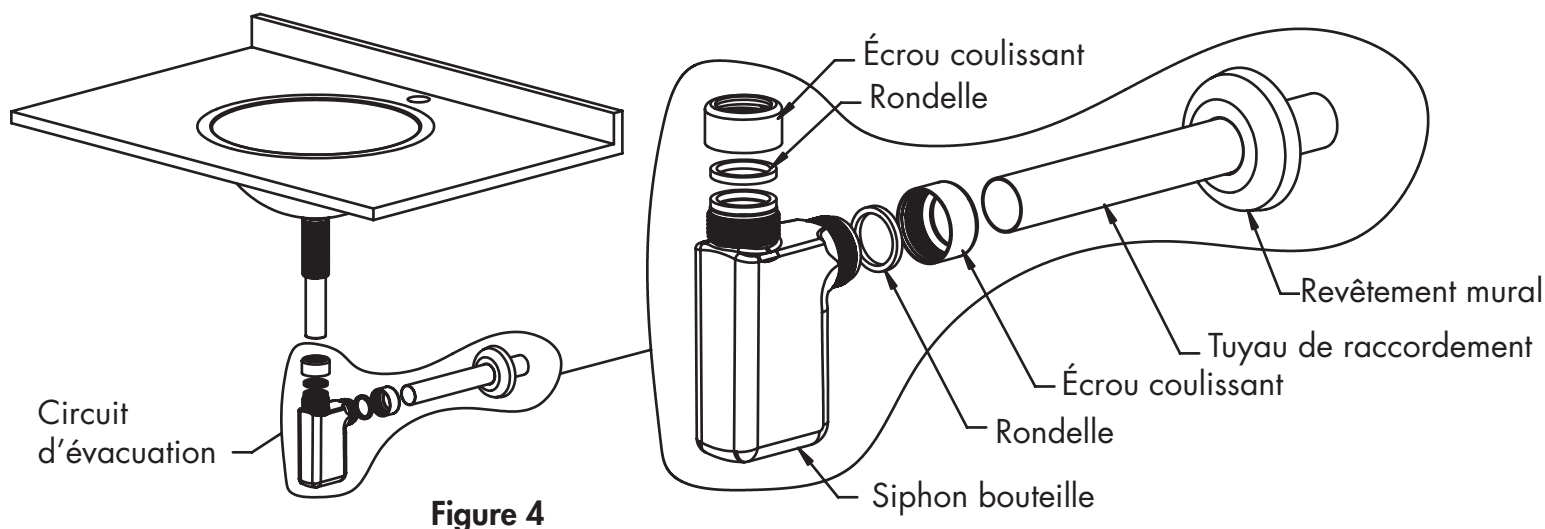

Figure 4
- Reportez-vous à la figure 4.